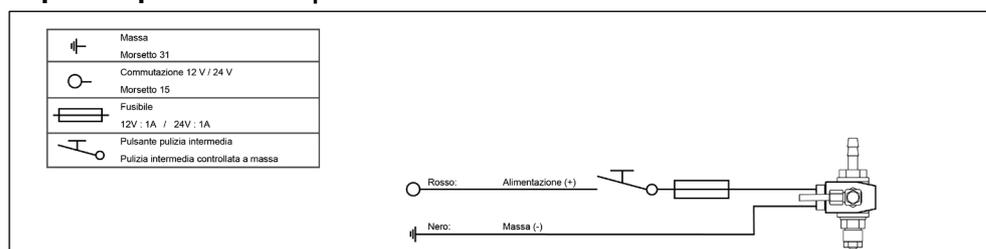
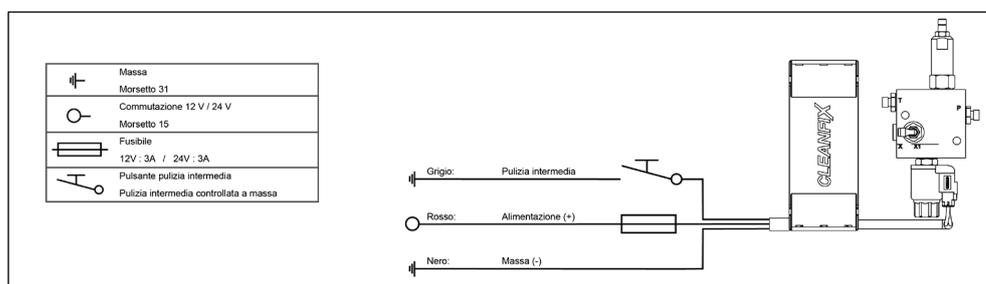

Fig. 65
Fig. 73
Se è presente un'alimentazione di tensione sufficiente, attivata e protetta (morsetto 15) (vedi Fig. 65 - Fig. 73), è possibile utilizzarla.
- 40) Collegare il componente elettrico all'alimentazione di tensione della macchina (vedi Fig. 65 - Fig. 73).